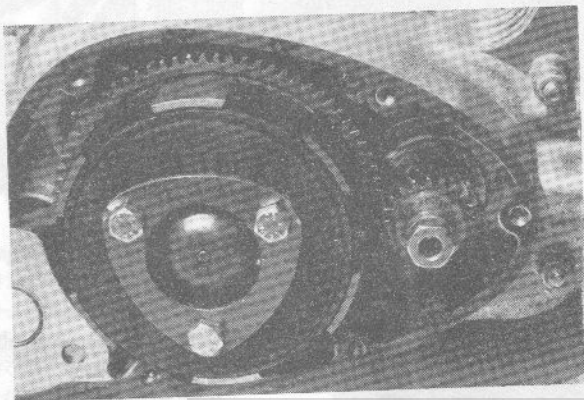

Fig. 15
- Met 21 tanden van de krukas losnemen. Moer M10 x 1 (let op, linkse draad) voor de helft losdraaien om de draad op de kruktaf door gebruik van de drukbout van de klauwaftrekker niet te beschadigen (fig. 15).